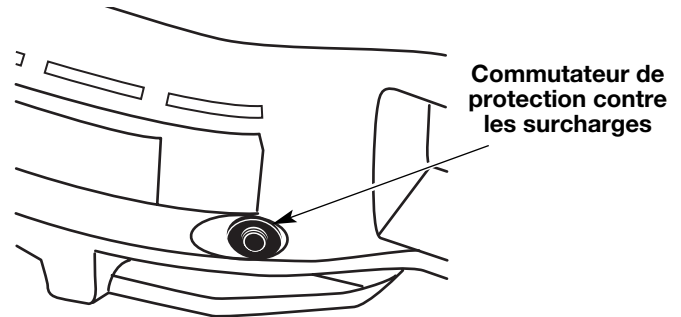

Fig. 7
2. Appuyez sur le commutateur de surcharge pour le réarmer et reprenez le travail (Fig. 7).